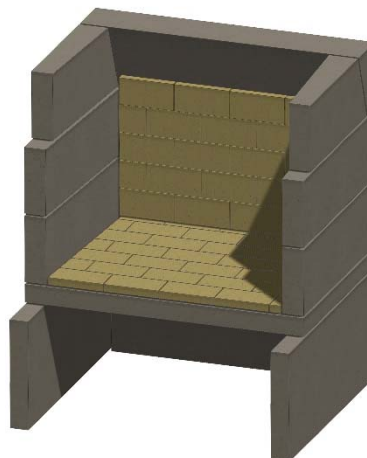

Figura 18. Pared trasera de ladrillo refractario
J. Instale el ladrillo refractario en la pared posterior, con el ladrillo colocado de canto. Véase la figura 18.